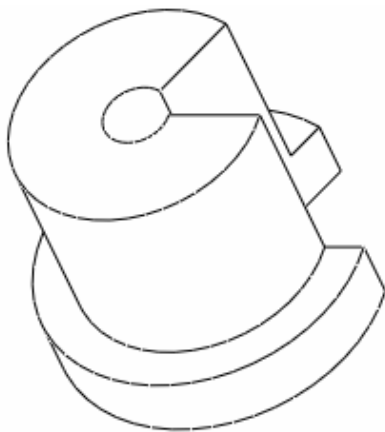

图 2-5
- (6) 单击预览按钮，结果如图 2-5 所示，单击旋转特征操控板中的  按钮，完成本次旋转特征的建立。